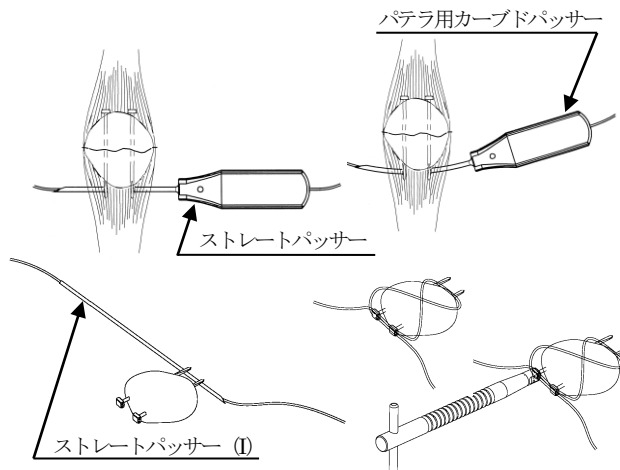

図 15
- *5) 膝蓋骨下縁に、ストレートパッサー／パテラ用カーブドパッサー又はストレートパッサー (I) を用いてケーブルを通し、左右のケーブルの長さが均等になるように調整します。ケーブルを8の字に交差させ、スリーブ部のケーブルホールにケーブルを通します。ケーブル挿通後、CS ピンレンチアダプタ S で用手的に CS ピンを骨面まで密着させます。(図 15)